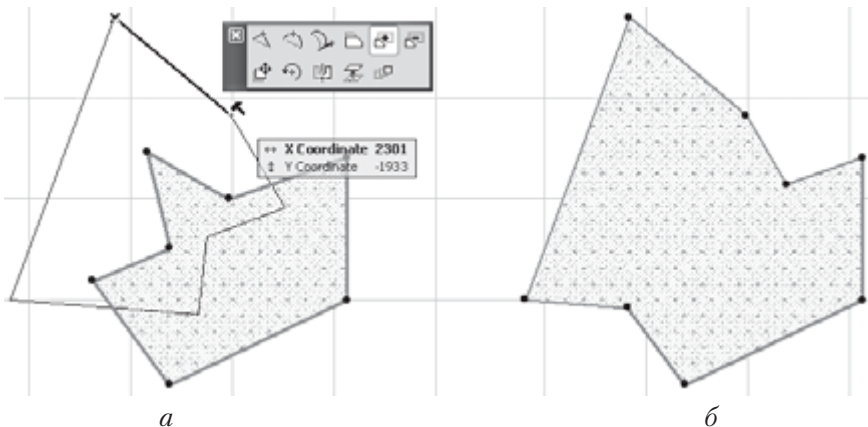

Рис. 5.21. Логическое сложение контуров
-  **Add to Polygon** (Логическое сложение контуров) — после выбора операции последовательными щелчками кнопки мыши постройте замкнутый контур так, чтобы он пересекал выделенный (рис. 5.21, а). Если контур не замкнут, то после указания конечной точки он замыкается автоматически. При выполнении операции к выделенному контуру добавляется часть площади построенного контура, внешняя по отношению к выделенному (рис. 5.21, б).